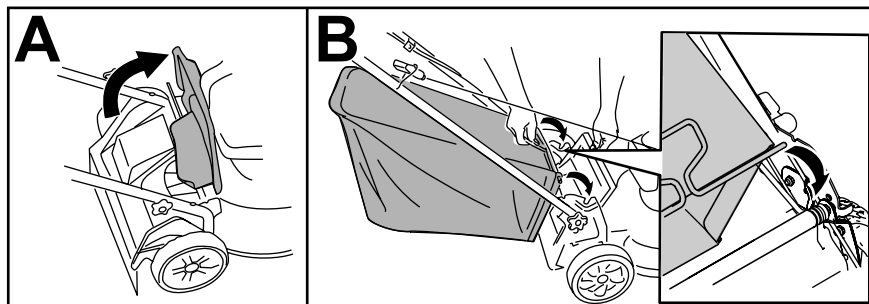

Figura 14
1. Ridicați și mențineți ridicat deflectorul spate (A din Figura 14).
2. Instalați sacul pentru iarbă, având grijă ca tifturile de pe sac să rămână în canelurile de pe mâner (B din Figura 14).